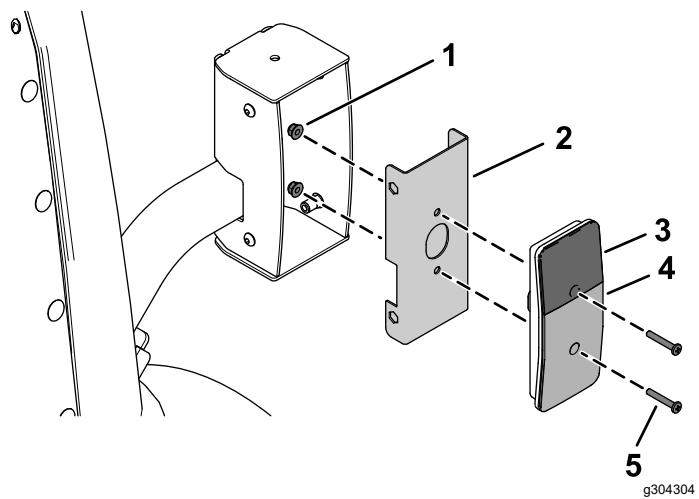
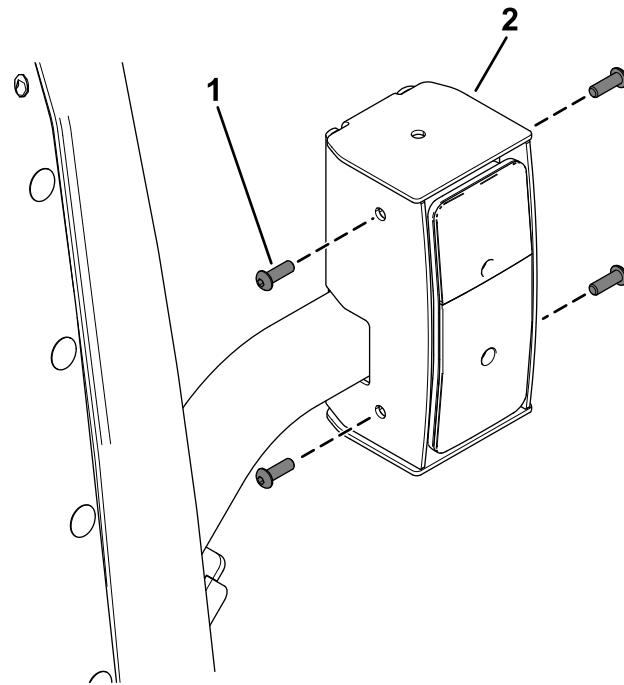

Figura 36
Figura 37
5. Prenda as luzes traseiras aos conjuntos de montagem interior utilizando quatro parafusos de cabeça de panela (n.º 10 pol. x 1- $\frac{1}{4}$ pol.) e quatro porcas flangeadas (n.º 10), como se mostra na Figura 36.
8. Prenda as luzes traseiras montadas às caixas das luzes traseiras utilizando oito parafusos de cabeça de tremoço ($\frac{1}{4}$ x $\frac{3}{4}$ pol) como se mostra na Figura 37.
Certifique-se de que instala as luzes traseiras com as lentes amarelas na parte superior (Figura 36 e Figura 37).